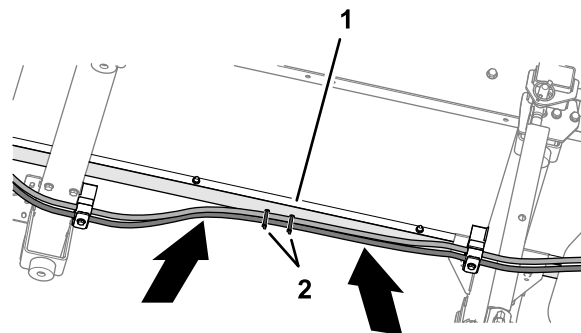

Figura 24
3. Entre los travesaños delantero y central, dirija las mangueras contra el raíl del bastidor derecho (Figura 24).
4. Fije las mangueras en los taladros del raíl del bastidor con 2 bridas (Figura 24). Al conectar los manguitos, asegúrese de que están correctamente tensados.